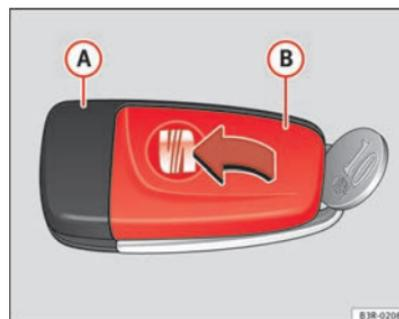

Fig. 69 Chiave principale: Aprire la copertura
- Separare **con cautela**, facendo leva con una moneta, la parte della chiave ⇒ fig. 69 **A** ed la copertura **B**.